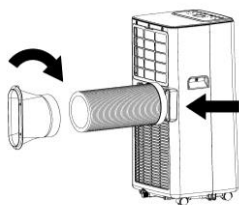

Рисунок 6
- Установите вытяжной шланг воздуха в корпусе на задней панели прибора (рисунок 6).